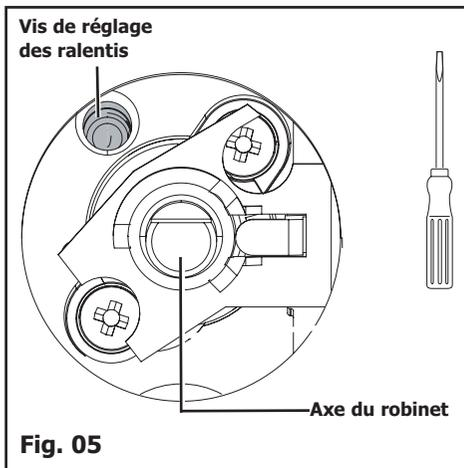

Fig. 05
- A l'aide d'un petit tournevis plat, **vissez à fond** la vis de réglage des ralenti en laiton (jaune) (Fig. 05), **dans le sens des aiguilles d'une montre.**
- Dévissez la vis de réglage des ralenti en laiton (jaune) (Fig. 05), à l'aide d'un petit tournevis plat, de **2 tours dans le sens inverse des aiguilles d'une montre.**